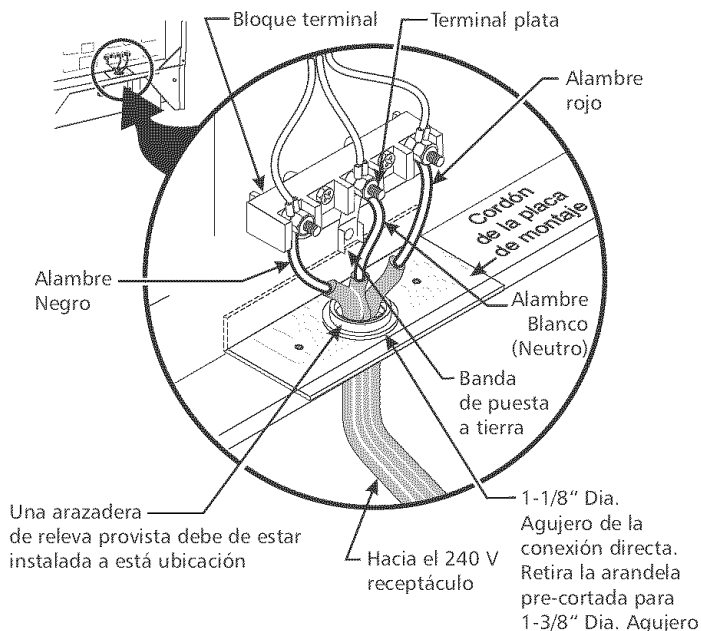

Figura 3
**Nota:** La cocina corrediza eléctrica viene de fabrica con un agujero de diámetro 1-1/8" como se muestra en la figura 3. Si un agujero mas largo está necesario retire la arandela pre-cortada
(Un cordón flexible o cable de 3 conductores debe de ser reemplazado con un cordón flexible o cable de 4 conductores donde la conexión del conductor a tierra al neutro esta prohibida en las nuevas instalaciones, las casas sobre ruedas, los vehículos de recreación o otras áreas donde los códigos locales no permiten la conexión a tierra al neutro.) Si los códigos locales permiten la conexión del conductor a tierra del armazón al alambre neutral del cable de bronce del suministro eléctrico.(vea figura 3)
4. Repone las 3 tuercas desajustadas en el bloque terminal (vea figura 3).